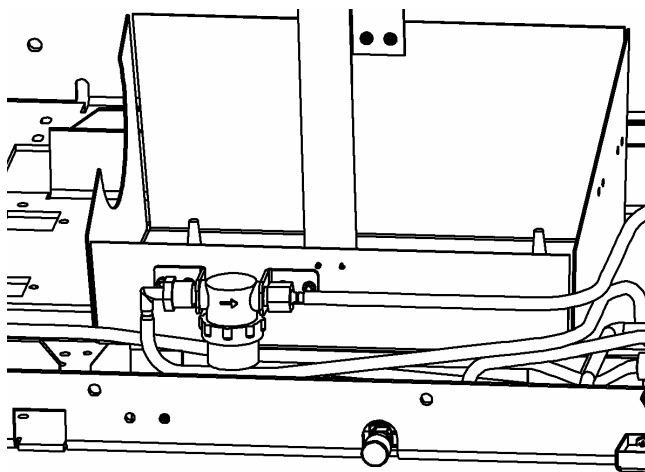

Bild 4-3
2. Lokalisera filtret som sitter framför avfallstankens fäste enligt bild 4-3.